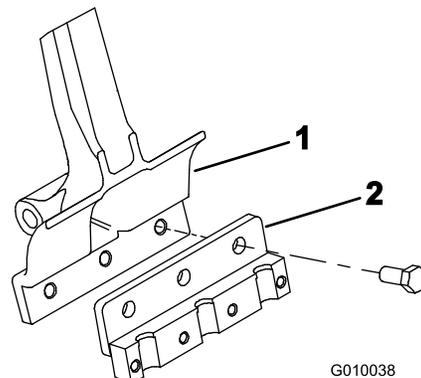

Figura 22
3. Su ciascun braccio delle fustelle montate un portafustelle usando 3 bulloni ( $\frac{1}{2}$ " x  $1\frac{1}{4}$ ") (Figura 22). Serrate i bulloni a 101,6 N·m.